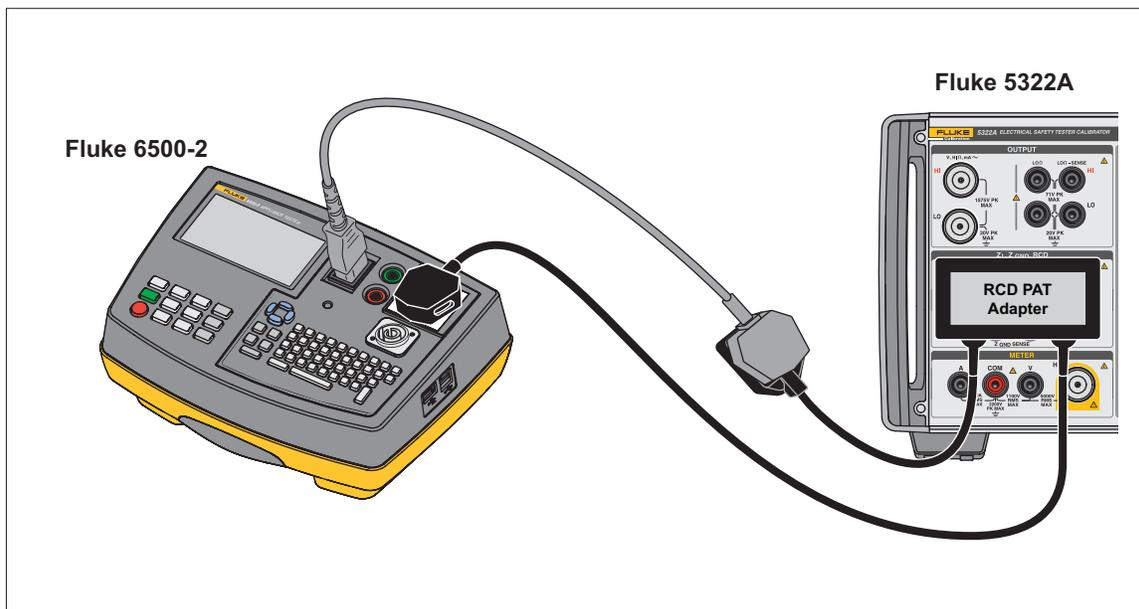

Figure 50. Disjoncteur différentiel dans une connexion de PAT avec un adaptateur disjoncteur différentiel PAT
2. Connecter l'appareil testé aux bornes L, PE et N du produit et ZGND SENSE. Reportez-vous aux figures 50 et 51.